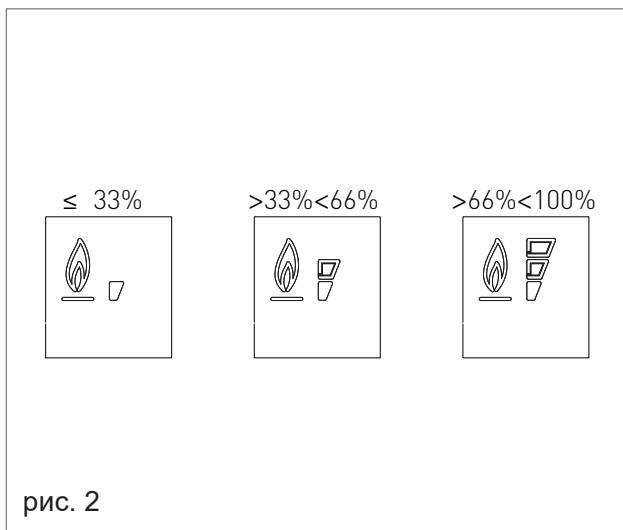

рис. 2
4. ИНДИКАТОР НАЛИЧИЯ ПЛАМЕНИ/ ТАКЖЕ ПРЕДСТАВЛЯЕТ СОБОЙ ТРЕХСТУПЕНЧАТУЮ ШКАЛУ, ОТОБРАЖАЮЩУЮ ИЗМЕНЕНИЕ УРОВНЯ МОЩНОСТИ НАГРЕВА КОТЛА (РИС.2). ПЕРЕКРЕСТНОЕ ПЛАМЯ (МИГАЮЩЕЕ) УКАЗЫВАЕТ НА НАЛИЧИЕ БЛОКИРОВКИ НЕИСПРАВНОСТИ, ТРЕБУЕТСЯ СБРОС;
Для восстановления давления воды внутри системы, откройте кран для заполнения «R» (рис. 1) и с помощью манометра «M» (рис. 1) проверьте, достигает ли давление значения 1,2 бар (см. рис. 2).